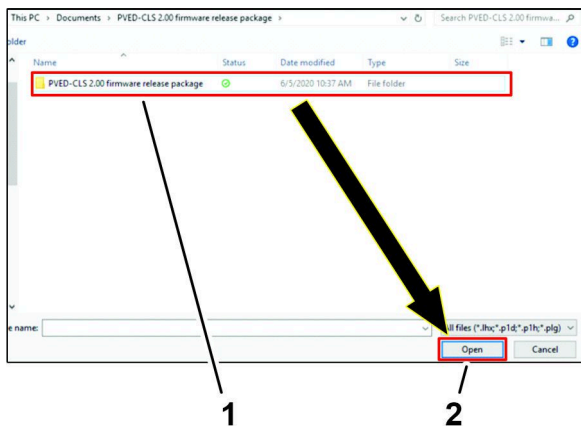

Figura 55
3. Haga clic en la carpeta PVED-CLS 2.00 firmware release package, y haga clic en el icono OPEN (Abrir) (Figura 55).